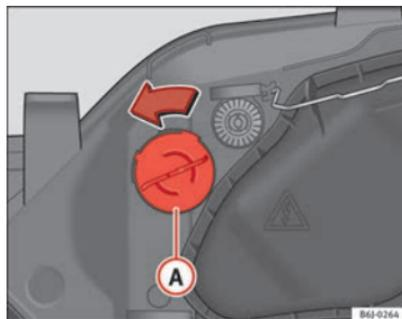

Fig. 157 Feu clignotant
- Tournez la douille d'ampoule ⇒ fig. 157 Ⓐ vers la gauche puis tirez.